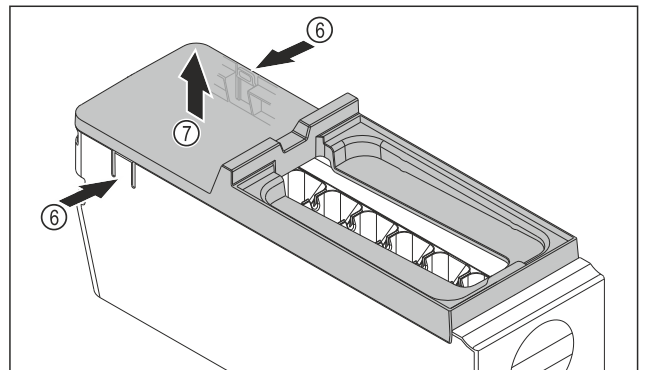

Fig. 142
- ▶ 取出 EasyTwist-Ice 机身的盖板：用一只手按压 EasyTwist-Ice 机身两侧的接片 Fig. 142 (6)。
- ▶ 用另一只手朝上取出盖板 Fig. 142 (7)。